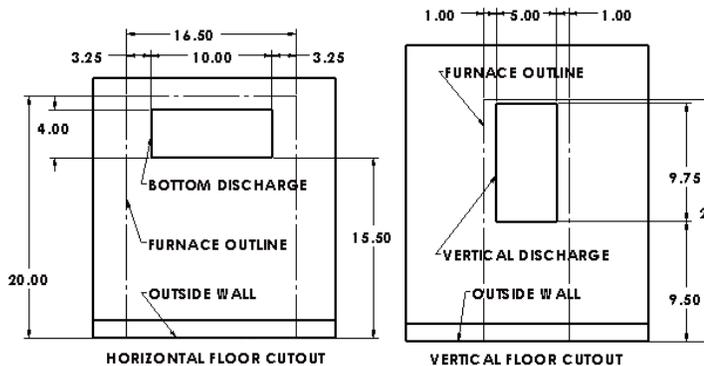

Figure 6
8. Les unités peuvent être installées comme des systèmes de décharge verticale supérieure ou inférieure. Voir la figure 6 pour emplacement de découpe et de tailles. Retirez le déboucheur de décharge du bas ou le plateau de couverture latéral, ces options de conduits doivent être connectées à un système de tuyauterie.
12. Positionnez le joint d'étanchéité sur le plénum sur l'ouverture du trou, consultez la figure 6.